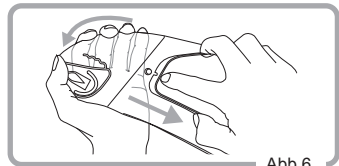

Abb.6
- Nehmen Sie die Pinlock®-Originaleinsatzlinse aus den Exzenterstiften heraus, indem Sie das Visier biegen. (Abb.6)